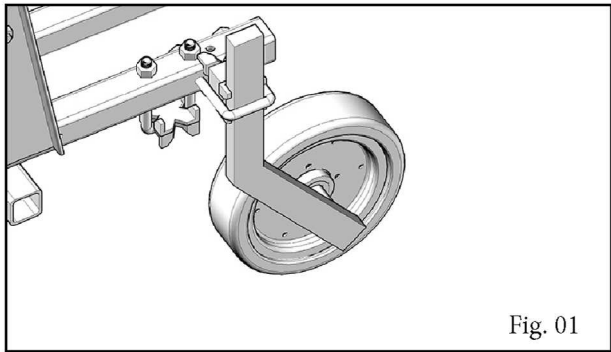

Fig. 01
- * Shine cubes feeler wheel height every 20 working hours Fig 01.;
- * Roda limitadora de profundidade *Fig. 01*;
- * Depth limiting wheel Fig 01.;